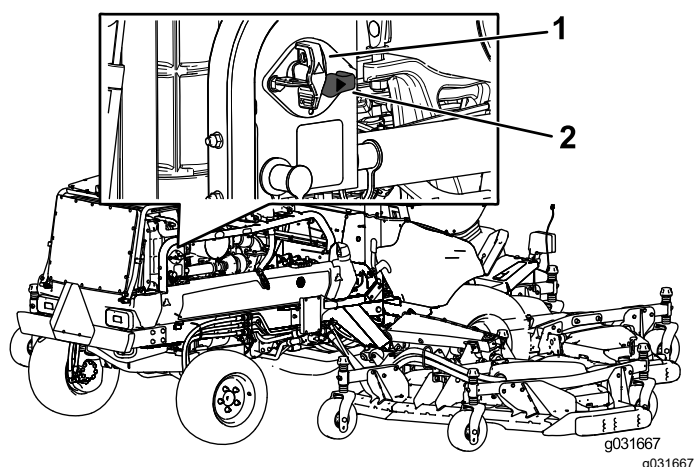

Рисунок 74
- Чтобы подать электропитание на машину, поверните переключатель отсоединения аккумуляторной батареи по часовой стрелке в положение Вкл. (Рисунок 74).
- Чтобы отсоединить электропитание от машины, поверните выключатель аккумуляторной батареи против часовой стрелки в положение ВЫКЛ (Рисунок 74).